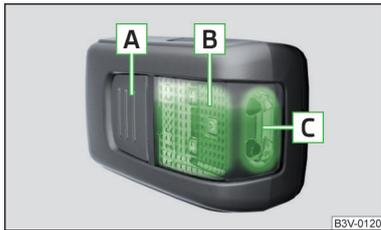

Abb. 150
### **Beschreibung der Leuchte** » Abb. 150
- › Zum **Einschalten** der herausgenommenen Leuchte die Taste **A** drücken » Abb. 150. Durch erneutes Drücken wird die Leuchte **ausgeschaltet**.
Wird die Leuchte nicht ausgeschaltet und korrekt in die Halterung eingesetzt, dann werden die LED-Leuchtmittel im vorderen Teil der Leuchte **C** » Abb. 150 automatisch ausgeschaltet.